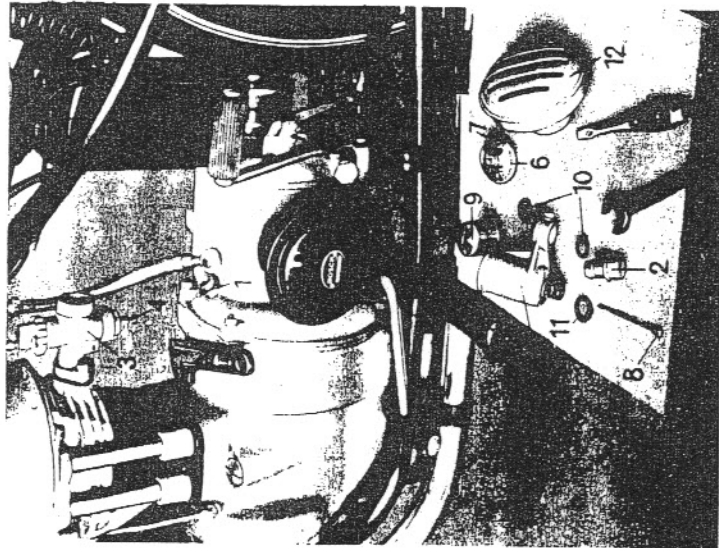

Bild 8. Reinigen des Vergasers
Abhilfe wird wie folgt geschaffen: Bei geschlossenem Kraftstoffhahn löst man die Schraube (1 Bild 8) und kann nun die Kraftstoffleitung vom Schwimmergehäuse (5) abnehmen. Durch kurzes Öffnen des Tankhahnes kann nun festgestellt werden, ob der Kraftstoffzufluß zum Vergaser ungehindert erfolgt. Ist das nicht der Fall, so muß der Absperrhahn auseinandergenommen und das darin befindliche Sieb (3), sowie der zum Zurückhalten von Wasser dienende Teil (2) gründlich gereinigt werden. Ist hier alles in Ordnung, der Fehler aber noch nicht behoben, so muß der Vergaser auseinandergenommen und gereinigt werden.
Bei geschlossenem Kraftstoffhahn wird die Schraube (1 Bild 8) gelöst und die Zufuhrleitung am Schwimmergehäuse abgenommen. Dann kann das Schwimmergehäuse (5) nach Lösen der Halteschraube (2) vom Vergaserkörper (3) abgenommen werden; damit wird die Düse (4) zugänglich und kann herausgeschraubt und gereinigt werden. Das Säubern der Düsenbohrung erfolgt bei Verstopfung durch Durchsaugen oder mittels eines Rohrhaars